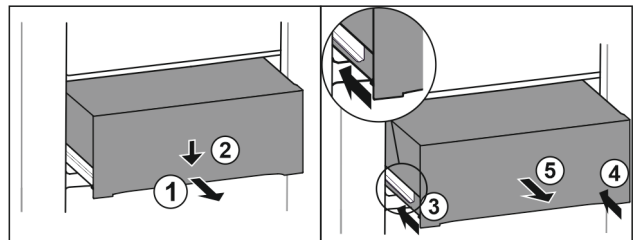

Fig. 118
- ▶ Træk skuffen halvt ud. Fig. 118 (1)
- ▶ Tryk skuffen ned på forsiden. Fig. 118 (2)
- ▶ Skub venstre skinne ca. 2 cm ind. Fig. 118 (3)
- ▶ Skub højre skinne ca. 2 cm ind. Fig. 118 (4)
- ▶ Tag skuffen ud fremefter. Fig. 118 (5)